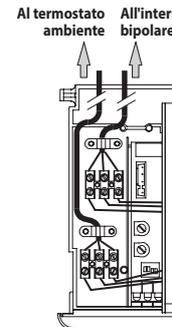

Figura 4.8
Il percorso del cavo o dei fili di alimentazione elettrica della caldaia devono seguire il percorso indicato ed essere bloccati come in Figura 4.8.
Il percorso del cavo o dei fili di alimentazione elettrica del termostato ambiente o delle valvole di zona devono seguire il percorso indicato ed essere bloccati come in Figura 4.8.
- Per settare il tempo di frequenza di riaccensione le spie di segnalazione 1 in Figura 3.1 devono essere visualizzate come in Figura 4.8 (legenda spie a pag. 1).